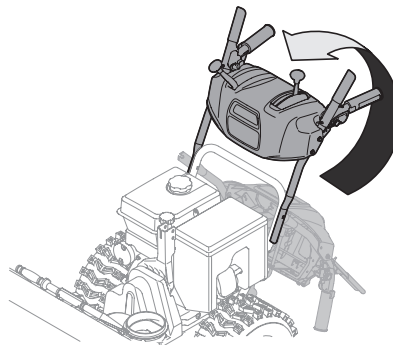

Figura 2-4
- Debe girar la barra de control hacia arriba y alinear la barra de control inferior. Consulte la Figura 2-4. Retire y descarte todas las bandas elásticas, si las hubiera. Únicamente se utilizan para el empaque.